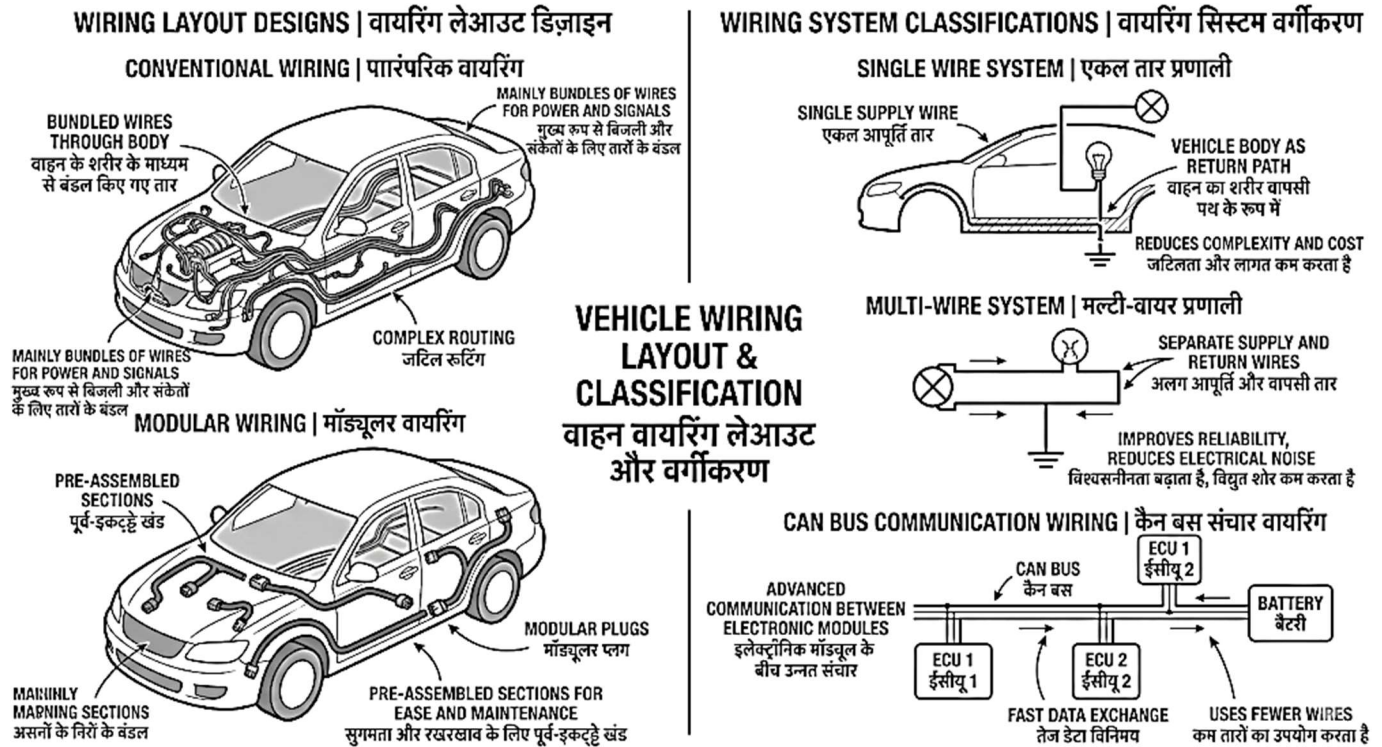

Fig. 7.4: Vehicle Wiring Layout and Classification | वाहन वायरिंग लेआउट और वर्गीकरण
7.4.1 Vehicle Wiring Layout (Fig. 7.4)
7.4.1 वाहन वायरिंग विन्यास (Fig. 7.4)